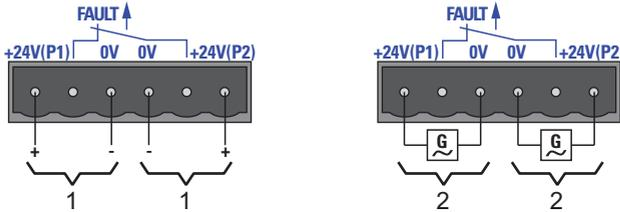

Abb. 4: Anschluss der Versorgungsspannung am 6-poligen Klemmblock
Als Versorgungsspannung können Sie wahlweise Gleich- oder Wechselspannung anschließen. Verwenden Sie die Pins +24V und 0V zum Anschluss der Wechselspannung (siehe Abb. 4).
- ▶ Der Meldekontakt ("FAULT", Pinbelegung des Klemmblockes siehe Abb. 4) dient der Funktionsüberwachung des Gerätes und ermöglicht damit eine Ferndiagnose. Die Art der Funktionsüberwachung können Sie im Management festlegen.